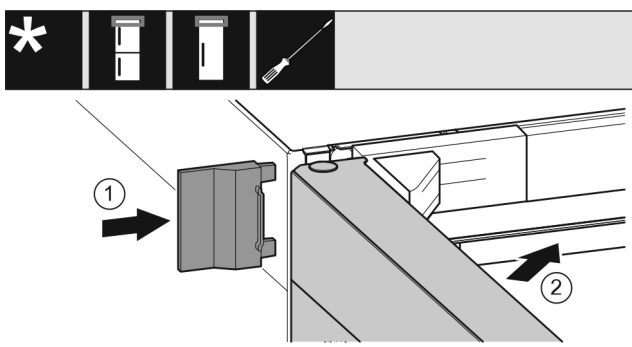

Fig. 66
- ▶ Buitenste afdekking Fig. 66 (1) erop schuiven.
- ▶ Bovenste deur Fig. 66 (2) sluiten.